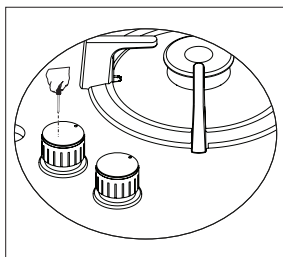
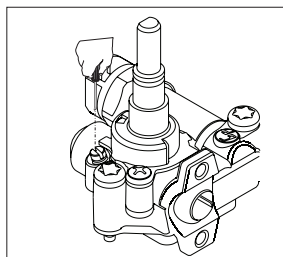

Рис. 7
Рис. 8
5. Снимите ручку управления, соответствующую данной конфорке (Рис. 7), отрегулируйте положение регулировочного винта, который находится в центре газового крана (Рис. 8). Используйте отвертку подходящего размера.